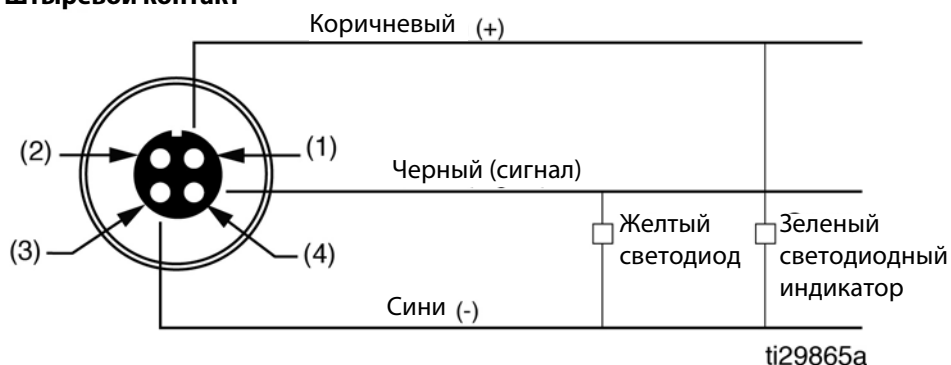

Рис.2
2. Соедините свободные концы. См. Рис.2.